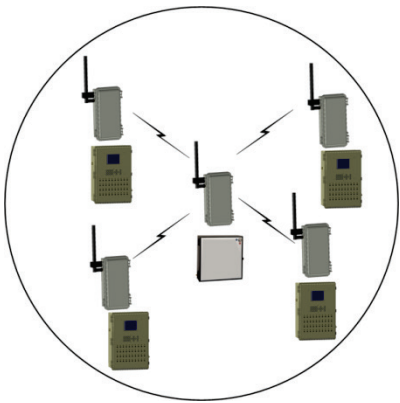

图 18: 使用全方位天线的 RLINK ONE 放置
- 当使用原厂提供的天线，你可以将 RLINK ONE 和控制器放到环绕中央 RLINK(图 8)的任何地方。当使用单向天线的时候，请参考确保在你天线的规格说明范围之内 (图 18)。